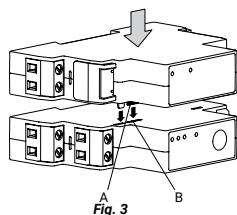

Fig. 3
Conecte el complemento Shelly Pro 3EM Switch Add-on al dispositivo Shelly Pro 3EM como se muestra en la Fig. 3.
¡ATENCIÓN! Tenga mucho cuidado de no doblar los pines del cabezal del dispositivo fig. 3(A) cuando los inserte en el conector del cabezal fig. 3(B) del dispositivo Shelly Pro 3EM.
Conecte o Shelly Pro 3EM Switch Add-on ao dispositivo Shelly Pro 3EM tal como ilustrado na Fig. 3.
¡ATENCIÓN! Tenha cuidado para não dobrar os pinos fig. 3(A) na tomada de ligação do Dispositivo quando os inserir no conector fig. 3(B) do dispositivo Shelly Pro 3EM.